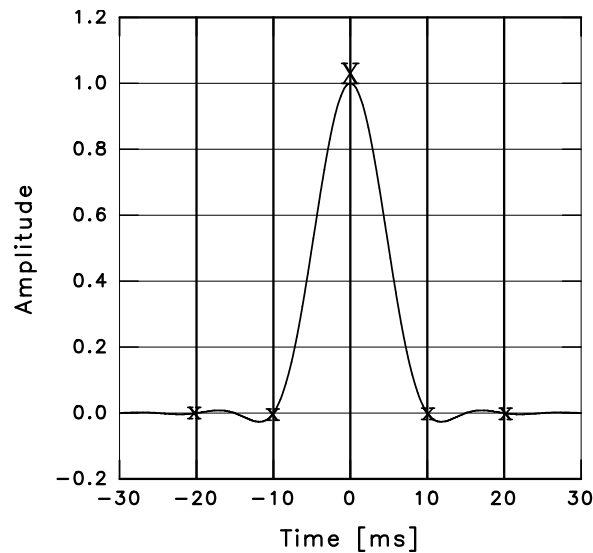

Abbildung 16.1: Raised-Cosine-Impuls, Abtastzeitpunkte mit X bzw. x markiert
2. An den Abtastzeitpunkten (z. B. alle 10 msec bei Schrittgeschwindigkeit 100 /sec) weisen die RC-Pulse bis auf den *richtigen* Zeitpunkt jeweils Nulldurchgänge auf. Dies bedeutet, daß die Impulse in Schrittabständen komplett überlappt werden dürfen, obwohl sie selbst z. B. die vierfache Länge der rechnerischen Schrittlänge aufweisen. Dies führt zu einer sehr hohen Informationsdichte. Um diesen Zusammenhang zu verdeutlichen, wurden in Abbildung 16.1 auf der nächsten Seite die Abtastzeitpunkte an einem 100-Bd-RC-Impuls markiert.